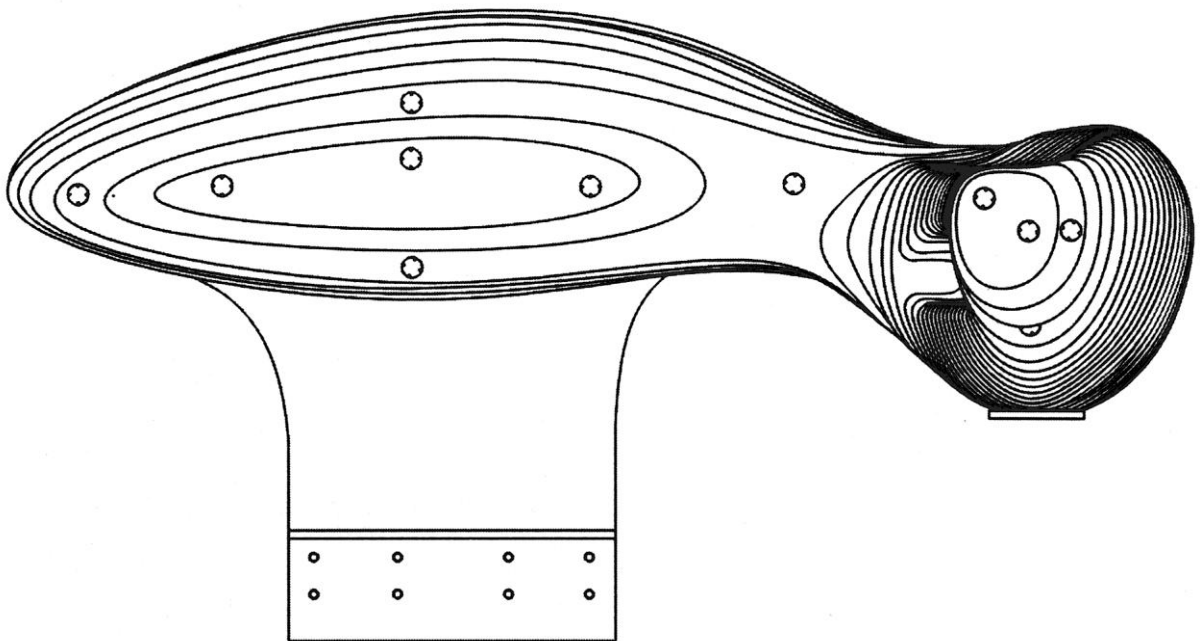

Fig.1
- Fig. 1** – przedstawia wtyczkę w widoku z przodu.
- wtyczka w widoku z przodu ma kształt nakładających się na siebie zaokrąglonych elementów, które ulegają stopniowemu zwiększeniu tworząc układ narastających warstw; w całkowitym kształcie stworzonej figury posiada on środkowe przewężenie. Całość w widoku z góry ma kształt litery „L” i jest osadzona na prostokątnym umocowaniu, jak przedstawiono na fig. 1–5.